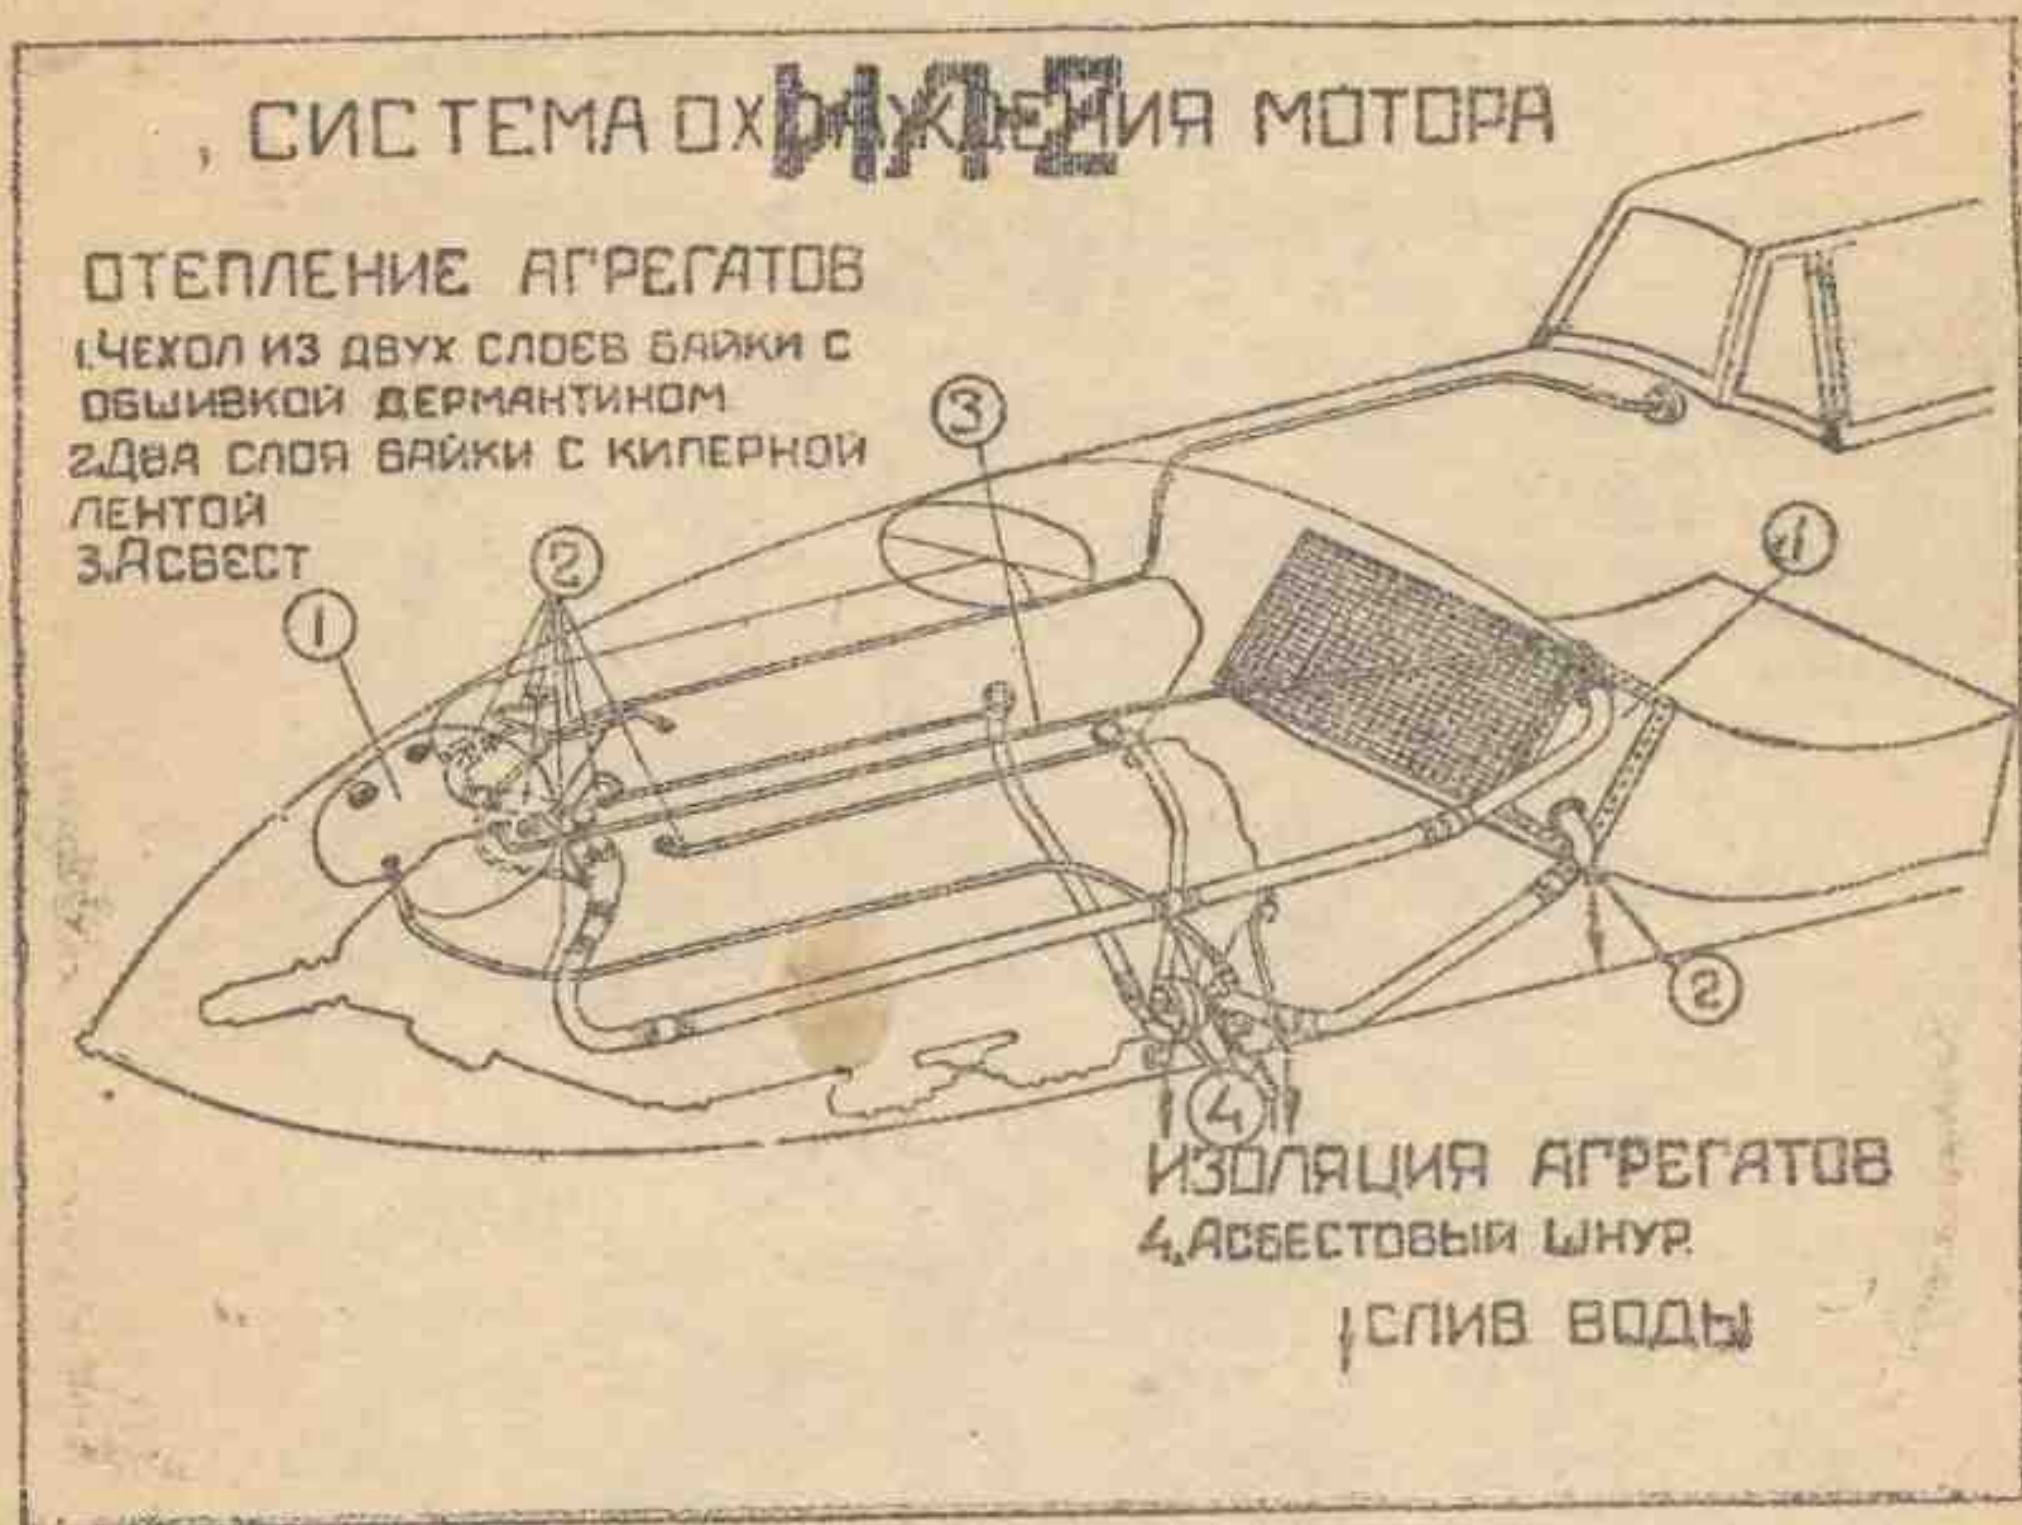

Рис. 26.
1. Произвести утепление и изоляцию агрегатов и трубопроводов ВМГ согласно указаниям на рис. 26, 27, 28, 29.